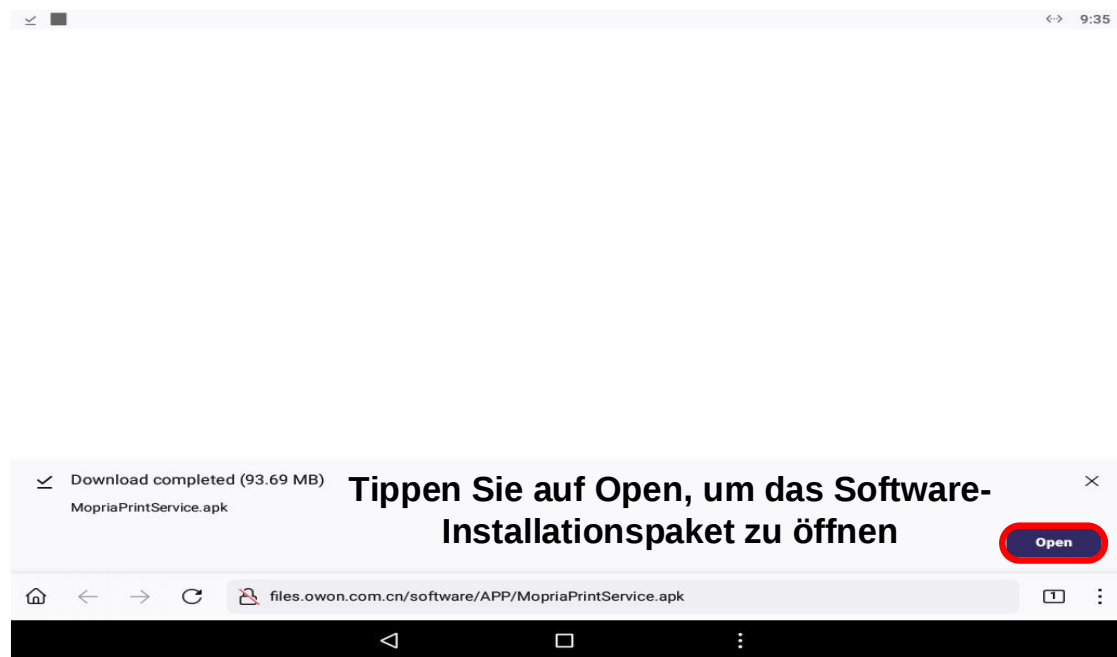

Abbildung 2
② Tippen Sie auf **Open**, um das Installationspaket zu installieren, wie in Abbildung 2 dargestellt.